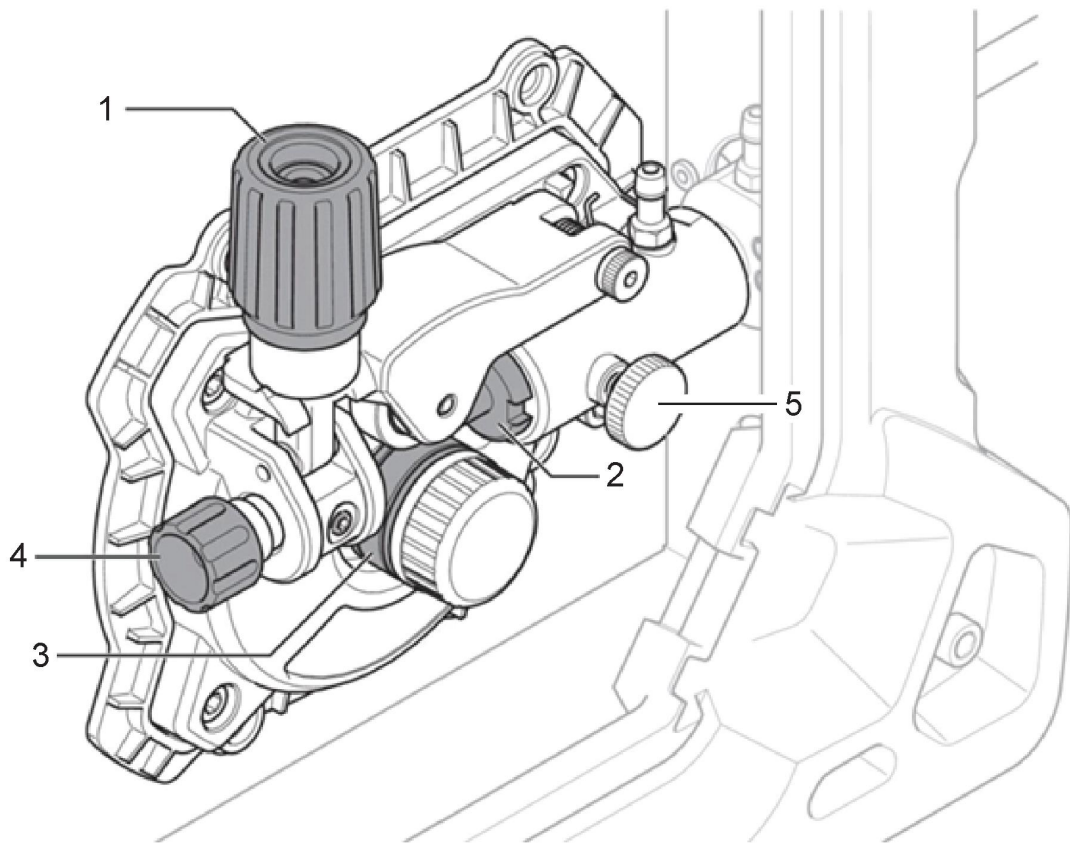

Figure 10. Nom des pièces de l'ensemble de dévidage
Près de l'extrémité entrée du guide de dévidage, sur l'ensemble de dévidage (voir la figure 10), coupez le fil tout en le retenant du côté de la bobine (de façon à ce que le fil ne se déroule pas de la bobine après l'avoir coupé). Fixez l'extrémité coupée du fil à la bobine (s'il en reste) afin d'éviter qu'il ne se déroule de la bobine.
Pour débrancher l'ensemble de la torche MIG, desserrez le bouton de serrage de la torche (voir la figure 10).
5. Desserrez le bouton de tension, retirez-le de son cran et faites-le pivoter vers vous pour dégager le bras tendeur (voir [1] dans la figure 10). Puisque la pression de dévidage est altérée lors du dégagement du bras, la tension du galet doit être réglée de nouveau à une étape ultérieure.